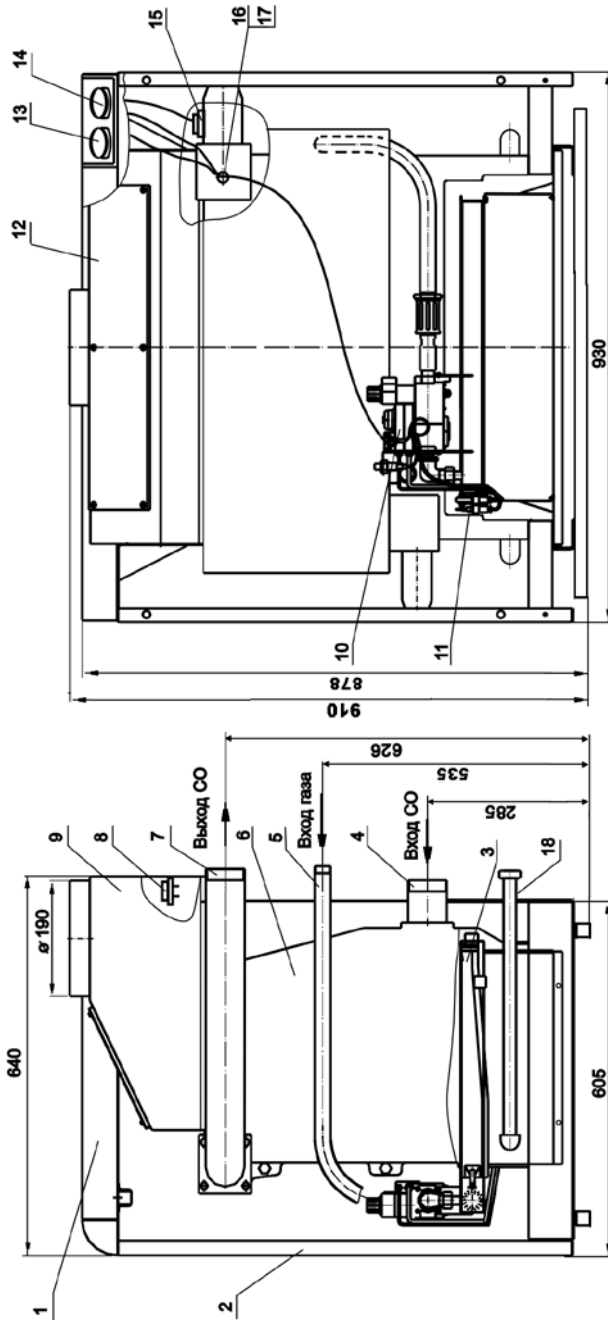
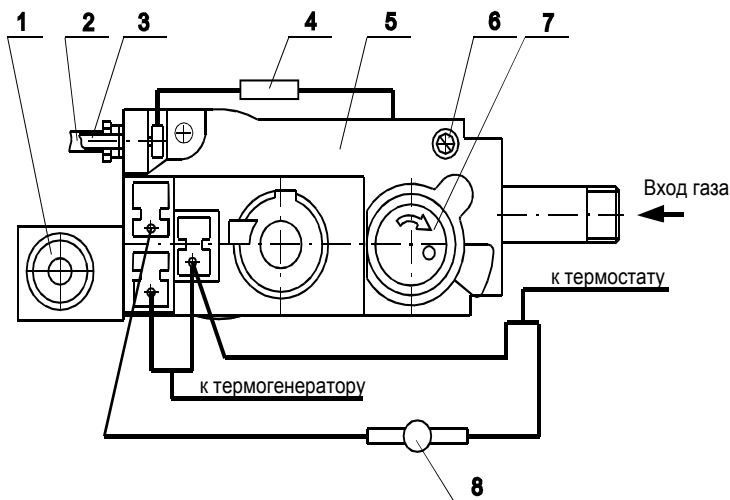
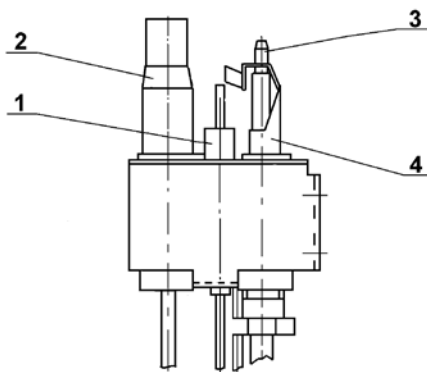

Рис.1 Котел отопительный водогрейный КОВ-Г-68 Комфорт
Рис.2 Блок управления
Рис.3 Устройство запальное
4.2. Теплообменник котла 6 (Рис.1) чугунный, оригинальной конструкции, обеспечивает коэффициент полезного действия 92%, длительный срок службы. В верхней части теплообменника установлен дымосборник 9 (Рис.1) с лючком 12 (Рис.1) для чистки газоходов теплообменника. В нижней части теплообменника установлены 2 трубы слива 18 (Рис.1), для полного слива воды из теплообменника.
4.3. Блок автоматики 5 (Рис.2) VS8620C представляет собой электромеханическое устройство и служит для подачи газа к запальнику и горелке, регулирования температуры воды в котле и автоматического отключения подачи газа при:
Установка требуемой температуры воды производится ручкой регулировочной термостата 14 (Рис.1), а ее контроль выполняется по термометру 13 (Рис.1).
4.5. Автоматика по перегреву 8 (Рис.2) (термостат предельного нагрева), соединенная проводами с блоком VS8620C и термостатом, обеспечивает автоматическое предохранительное отключение подачи газа на основную горелку при достижении температуры воды в баке -теплообменнике котла 93 °С ÷ 100 °С (в случае выхода из строя термостата или ошибочной настройки его на температуру выше 90 °С).
4.6. Автоматика по тяге состоит из датчика тяги (терморегулятора) 8 (Рис.1), укрепленного в задней части котла на дымосборнике 9 (Рис.1), и проводов, соединяющих терморегулятор с блоком автоматики 5 (Рис.2).
4.7. Устройство запальное Рис.3 предназначено для крепления запальника, термогенератора, термопары, свечи пьезорозжига и розжига основной горелки.
6.10. Проверьте работу пьезорозжига. При нажатии на кнопку пьезорозжига 1 (Рис.2) должна проскакивать искра между электродом свечи пьезорозжига 1 (Рис.3) и запальником 4 (Рис.3).
6.12. После монтажа проверьте газовые и водопроводные коммуникации котла на герметичность. Проверьте герметичность заглушек на трубах слива 18 (Рис.1). Герметичность соединений газопроводов проверяйте с помощью мыльной эмульсии. Запрещается применять огонь для обнаружения утечек газа.
7.3.2. Снимите панель переднюю 2 (Рис.1), закрывающую блок управления. Нажмите кнопку пусковую 7 (Рис.2) блока управления до отказа и, удерживая ее, нажмите на кнопку пьезорозжига 1 (Рис.2). Запальник должен загореться.